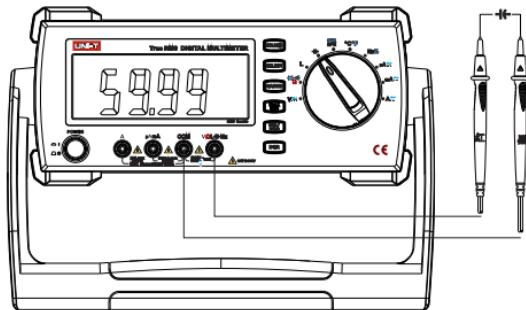

图5
- 将红表笔插入"C"插孔，黑表笔插入"COM"孔(如图5)。
- 清零方法：①开路清零：表笔开路状态下待屏显频率稳定在1KHz时按下REL键清除底数。
②短路清零：将表笔短路待屏显频率稳定在100Hz时按下REL键清除底数。